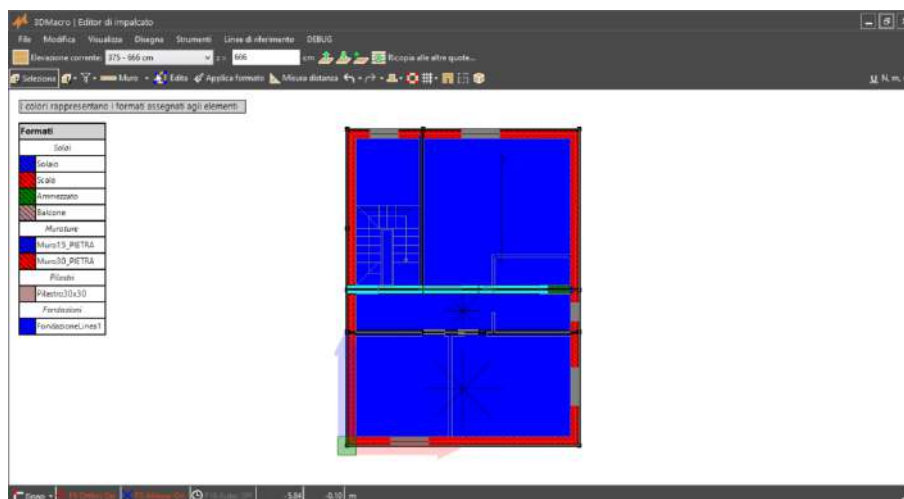

Figura 337. Visualizzazione delle linee di pianta in base all'elemento-tipo assegnato.
**Colora in base al formato (CTRL+F).** Gli elementi dell'editor di pianta possono essere visualizzati in base al colore del formato (ossia dell'elemento-tipo) assegnato (cfr. § 4.3.4). Nell'esempio riportato in Figura 337) tre linee di pianta hanno il medesimo elemento-tipo e vengono colorate in blu, mentre quella rossa è colorata diversamente perché caratterizzata da un elemento-tipo diverso.